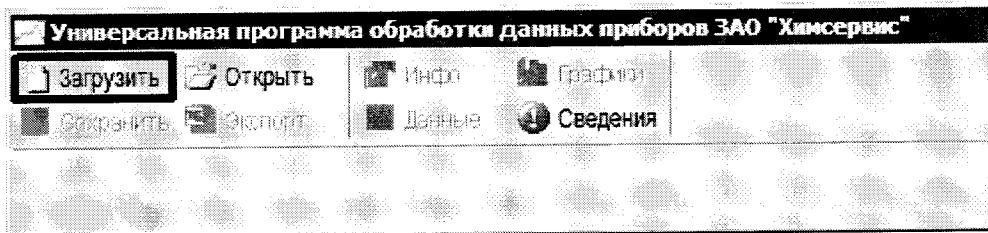
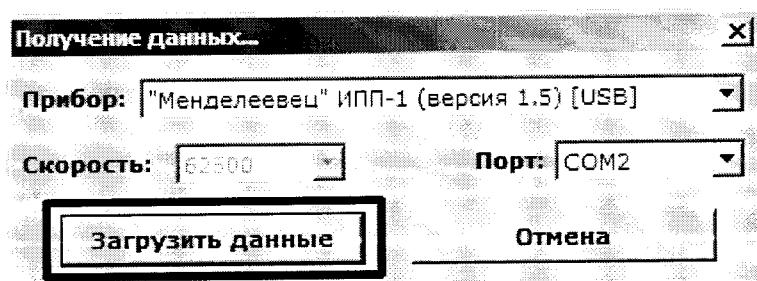

Рисунок 6 – Главное окно программы
Рисунок 7 – Окно «Получение данных...»
2.10.2.5 В главном окне программы (рисунок 6) Далее необходимо нажать кнопку "Загрузить" и в появившемся окне (рисунок 7) выбрать тип прибора («Менделеевец» ИПП-1 (версия x.x) [USB]) и имя виртуального СОМ-порта. Остальные параметры соединения программа настроит самостоятельно.
2.10.4 Далее на компьютере в окне "Получение данных..." (рисунок 7) необходимо нажать кнопку "Загрузить данные".
2.10.6 Для обработки данных в программе в MS Excel или любом текстовом редакторе, поддерживающим кириллицу Windows, в программе (рисунок 6) необходимо нажать кнопку "Экспорт". При этом файл будет экспортирован в формат CSV.